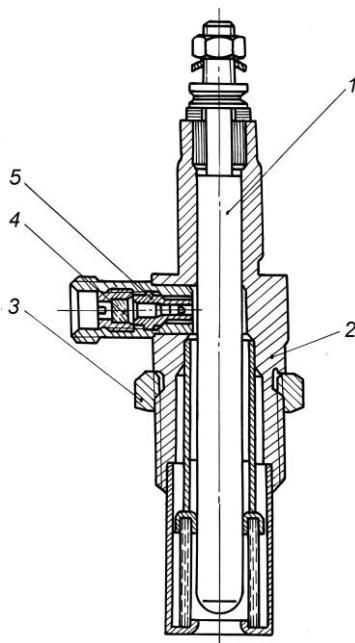

Рис. 88. Факельная штифтовая свеча:
5. Если при проверке изделия укладываются в требования ТУ, то они должны быть вновь установлены на двигатель. При наличии отклонений по электрическому сопротивлению свечи произвести ее замену. В случае уменьшения пропускной способности свечи вывернуть фильтр 4 (рис. 88), вынуть дозирующую вставку 5, промыть их в неэтилированном бензине или этиловом спирте и продуть сжатым воздухом. Затем установить и вновь проверить пропускную способность свечи.